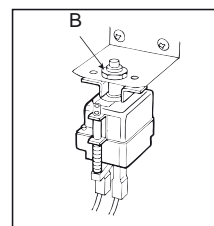

fig. 8
- 3) Desenhebrar los hilos del termostato y destornillar los accesorios (B - fig. 8) del mismo fijado en la parte de atrás del panel de comandos;